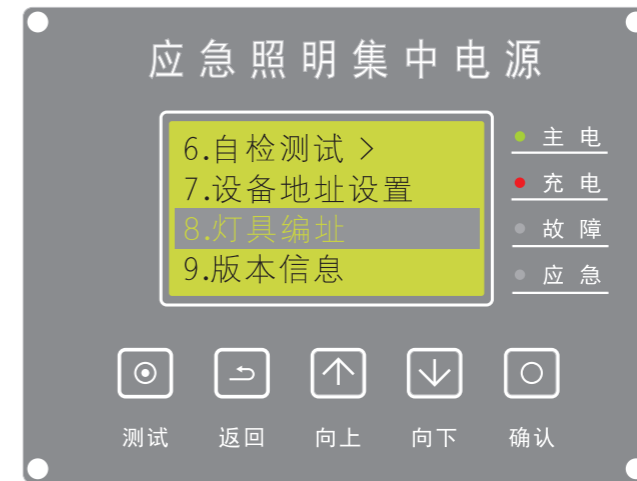

图18
(9)、灯具编址：在主屏时，按【确认】键进入菜单，按【向上/向下】选择【灯具编址】（如图18）按【确认】键进入。